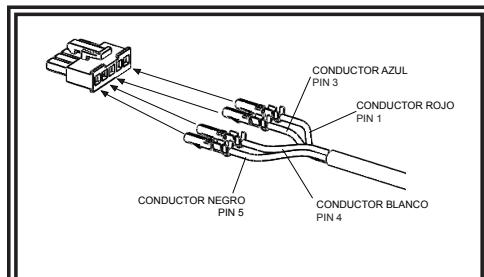

FIGURA 4
4. Gire el acople de los pinos lado arriba e inserte los pinos en el conector como se muestra en la Figura 4.